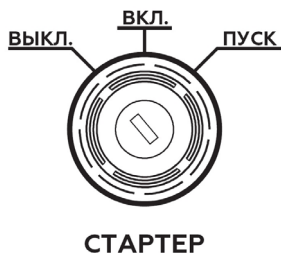
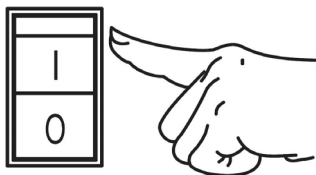

Рис. 13 Замок зажигания
Рис. 14 Выключатель зажигания GG5000
4. Вставьте ключ в замок зажигания на панели управления и переведите ключ в положение «ВКЛ.» (Включено) (Рис. 13).
5. Переведите ключ зажигания в положение «ПУСК» (Рис. 13) и удерживайте его. После запуска двигателя отпустите ключ зажигания, он автоматически встанет в положение «ВКЛ.».
4. Вставьте ключ в замок зажигания на панели управления и переведите ключ в положение «ВКЛ.» (Включено) (Рис. 13). Для модели GG5000: переведите выключатель зажигания в положение «I» (Включено) (Рис. 14).